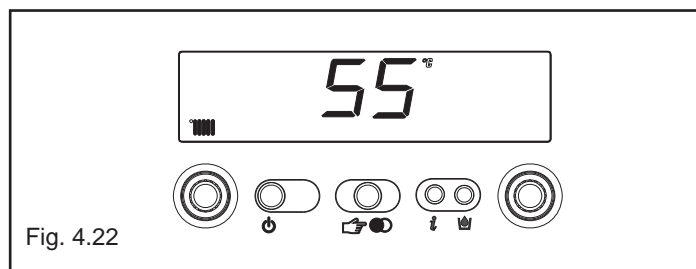

Fig. 4.22
**Info 3** visualizza la temperatura riscaldamento settata (fig. 4.22)